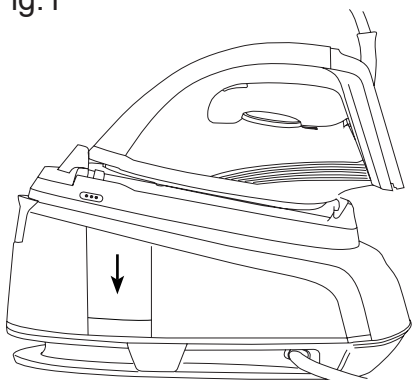

Fig.2
- Llene el depósito de agua hasta el nivel MÁX. y cierre la tapa. Fig.2
- Llenar el depósito respetando el nivel MAX (Fig. 2)